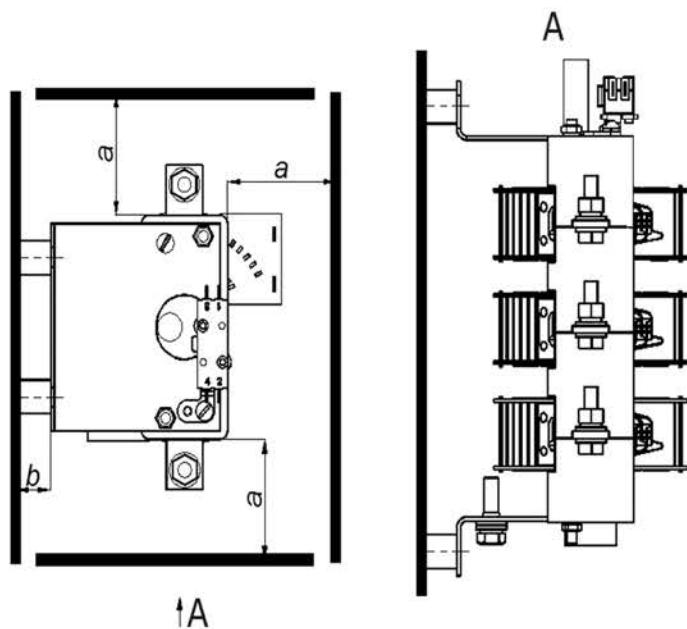

Рисунок 1- Минимально-допустимые расстояния от аппаратов до металлических частей
2.6 При встраивании аппаратов в металлические шкафы или ящики расстояние « b » (Рисунок 1) может быть уменьшено с применением прокладок из изоляционных материалов под установочной площадью аппарата.